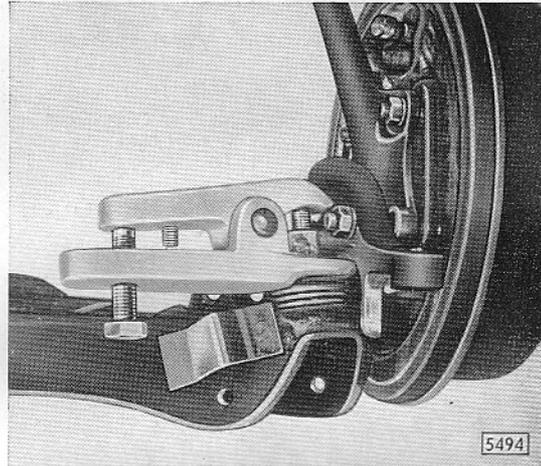

Bild B 8 - Kugelbolzen des Traggelenkes mit Kugelbolzen-Ausdrückvorrichtung S-1235 aus Achsschenkel herausdrücken
3. Zum Herausdrücken des Traggelenk-Kugelbolzens aus dem Achsschenkel Kugelbolzen-Ausdrückvorrichtung S-1235 verwenden (Bild B 8).
2. Kugelbolzen des Traggelenkes aus Achsschenkel mit Ausdrückvorrichtung S-1235 herausdrücken (Bild B 8).